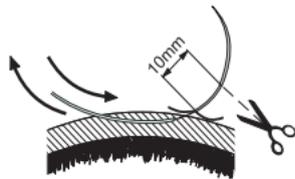
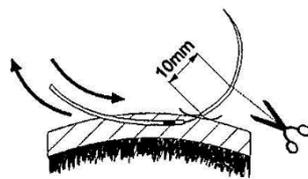
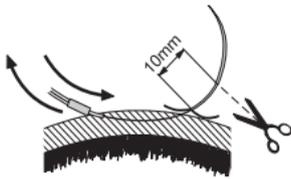

図 1d TME. T
図 1e TME. T
図 1f TME. T
- ・ Tタイプ (TME. T) の設置と固定 (図 1d、図 1e、図 1f)